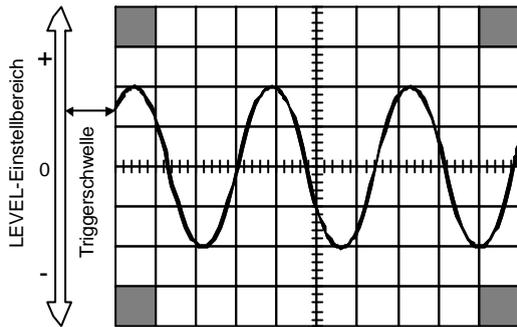
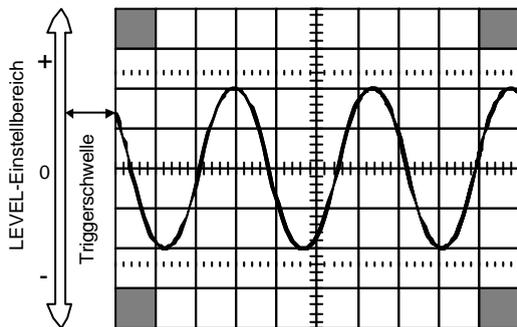

Abbildung 8-2
Abbildung 8-4
Wenn kein Signal anliegt wird in dieser Betriebsart kein Strahl geschrieben. Eine Strahlablenkung erfolgt, wenn das Signal den mit dem LEVEL-Einsteller (7) gesetzten Schwellwert kreuzt. Wenn Sie ein sinusförmiges Signal und den LEVEL-Einsteller (7) langsam drehen, können Sie am Strahlanfang die Lage der Triggerschwelle erkennen. In den **Abbildungen 8-2 und 8-3** sind gleiche Signale mit unterschiedlichen Triggerschwellen dargestellt. In beiden Fällen erfolgt die Triggerung an der ansteigende (positiven) Flanke. Dies wird bestimmt durch die Stellung des Slope-Schalters (11). In Schalterstellung (+) erfolgt die Triggerung an der positiven und in Schalterstellung (-) an der negativen (abfallenden) Flanke. Die **Abbildung 8-4** zeigt eine an der negativen Flanke getriggerten Kurvenzug. Die Triggerschwelle entspricht der in **Abbildung 8-2**.